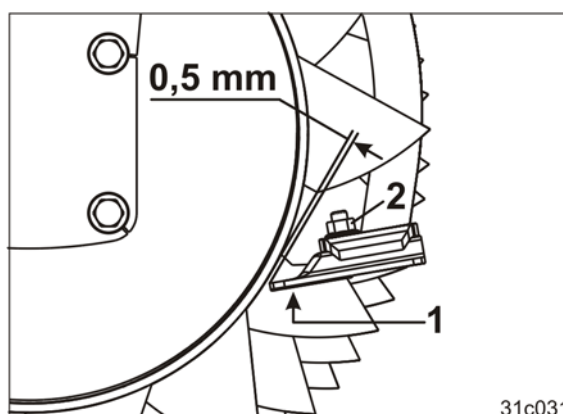

Fig. 124
4. Soltar el tornillo (Fig. 124/2).
5. Atornillar el rascador (Fig. 124/1) a una distancia de 0,5 mm respecto al tubo del rodillo.